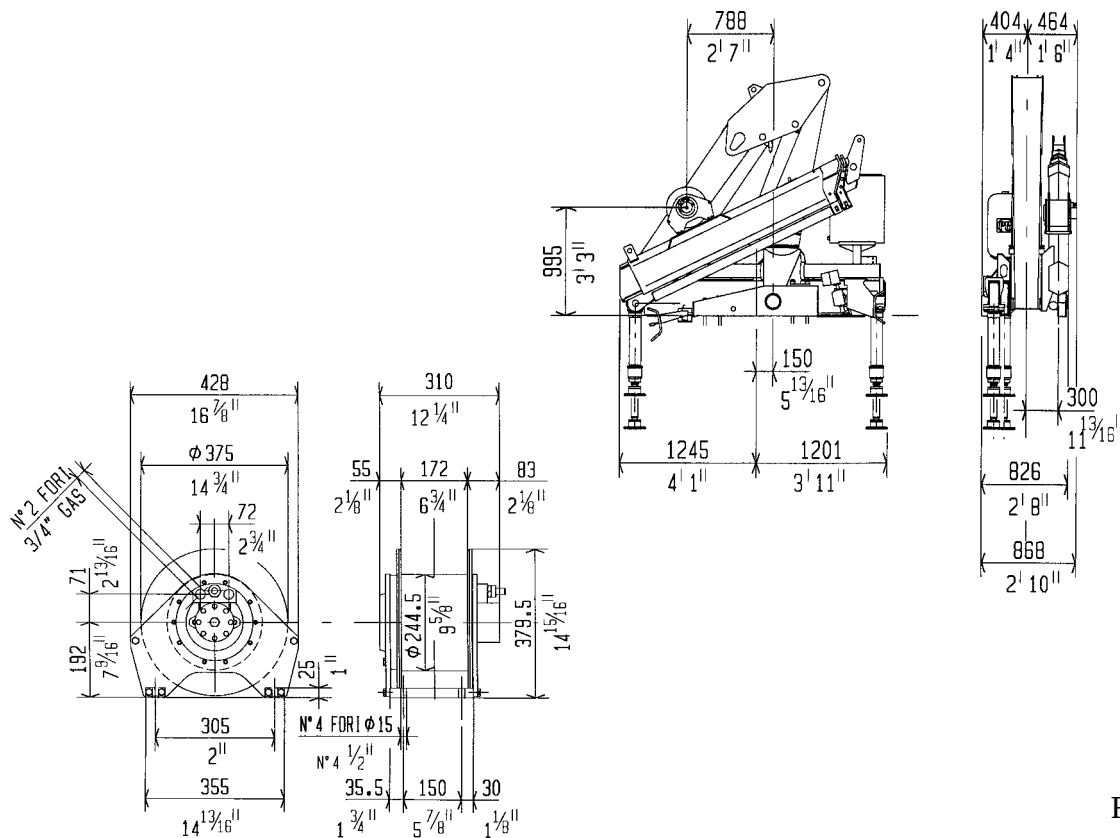

Fig.6-1
6.3 VERRICELLO (Fig. 6-1)
6.3 WINCH (Fig. 6-1)